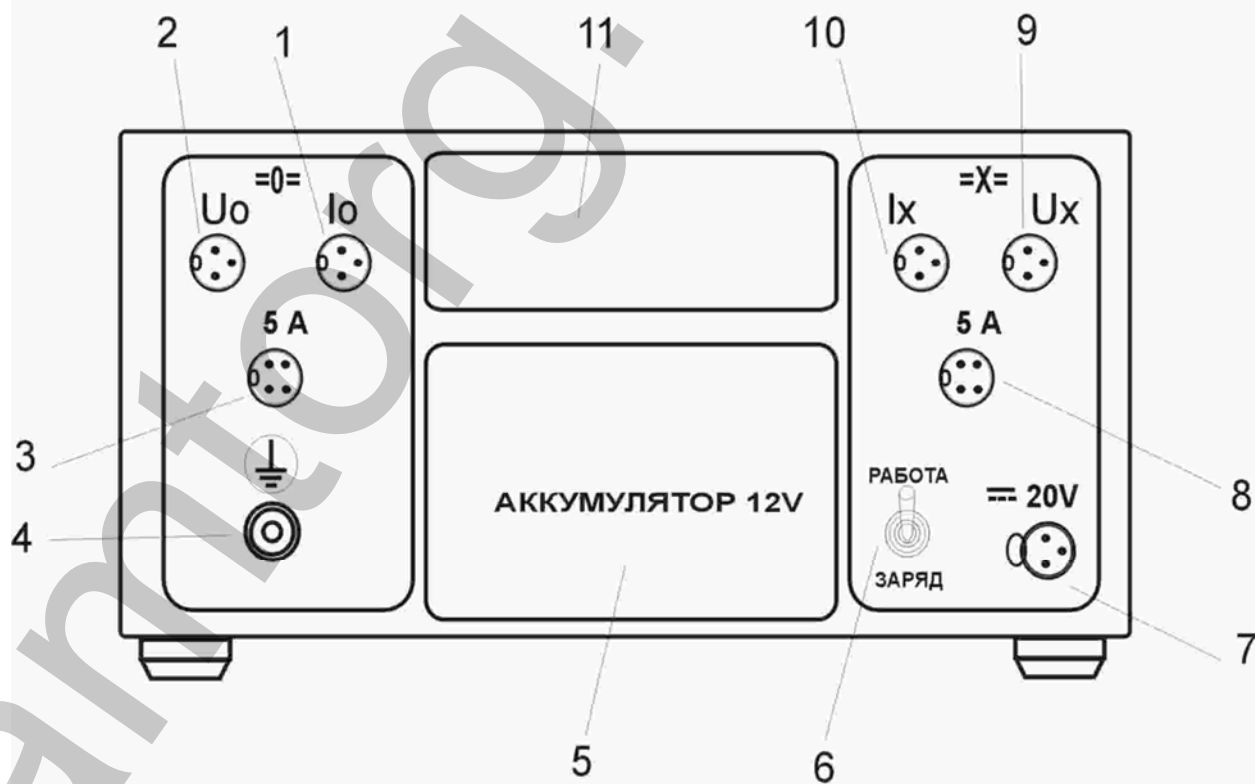

Рис.3. Общий вид задней панели прибора "Вектор-2.0"
Общий вид задней панели измерительного блока представлен на рис.3, где:
1.6.2. На задней панели прибора (рис.3) нанесены:
- если измеряемые токи превышают 100 мА, необходимо подавать их через разъемы «5 А» (поз. 5 и 10 на рис. 3) используя «кабель Со5А» и «кабель Сх5А»;
- если измеряемые токи менее 100 мА, необходимо подавать их через разъемы, обозначенные «Io» и «Ix» (поз. 2 и 3 на рис.3), используя кабели «Io» и «Ix»;
- если измеряются напряжения, их нужно подключать с помощью кабелей «Uo» и «Ux» к одноименным разъемам (поз. 1 и 4 на рис.3).
- соединить высоковольтный вывод трансформатора TV1 с клеммой заземления корпуса измерительного блока (рис.3., поз.8) и с корпусом внешней меры емкости.